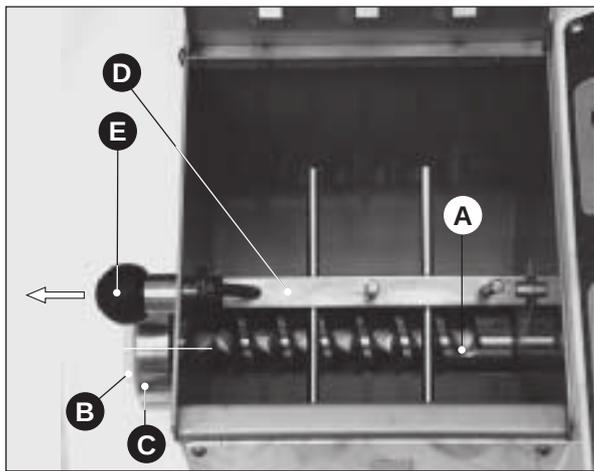
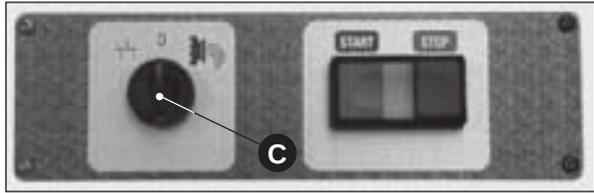

Fig. 1
Fig. 2
- posizionare il selezionatore su "0" (Fig. 2 C), verificare il corretto montaggio della coclea (Fig. 1 A) osservando che la parte cilindrica sia appoggiata all'albero di trascinamento;
- accertarsi inoltre che il tappo in plastica (Fig. 1 B) sostitutivo della trafilatura sia ben posizionato e la ghiera (Fig. C) ben chiusa;
- infine bloccare sicuramente il mescolatore (Fig. 1 **D**) nella sua sede mediante il pomello di testa (Fig. 1 **E**).